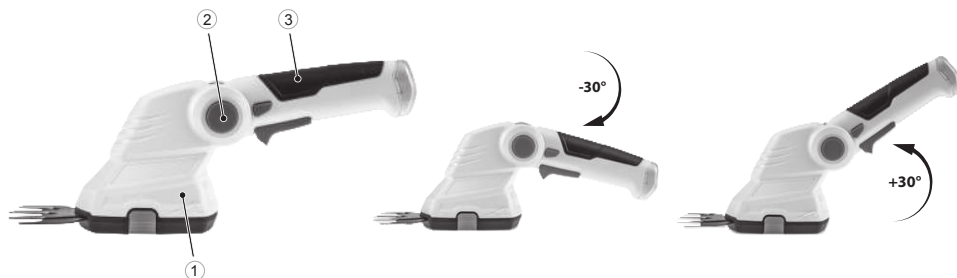

рис. 3
Для удобства использования устройства и резки в труднодоступных местах может быть полезна функция изменения угла наклона ножниц-кустореza относительно рукоятки. Для этого возьмите одной рукой корпус устройства (3) (рис. 3), надавите кнопку фиксации рукоятки (1). Не отпуская кнопку фиксации рукоятки (1), поверните рукоятку (2) на необходимый угол.